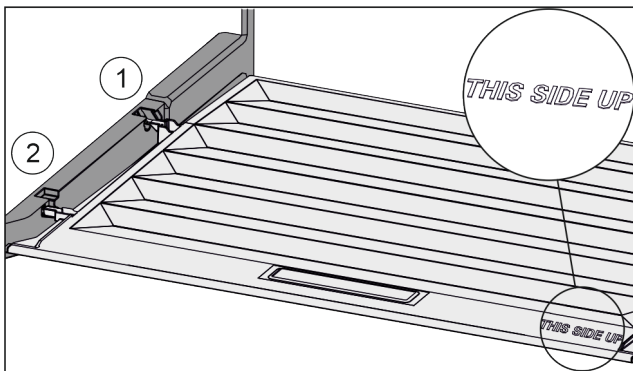

Fig. 57
- ▶ Dekselranden via de opening van de achterste houder Fig. 57 (1) aanbrengen en van voren in de houder Fig. 57 (2) klikken.